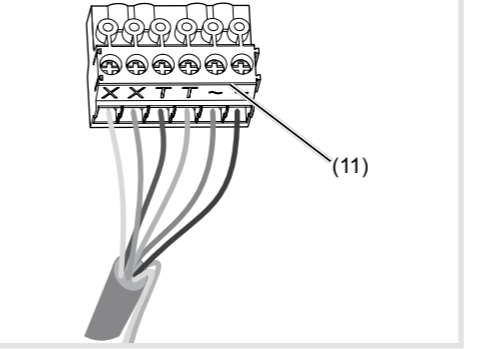

Bild 8: verdrahteter Anschluss-Klemmblock
- Anschluss-Klemmblock (11) vom Videoeinsatz nach unten hin abziehen.
- Adernpaar der 2Draht Busleitung an die Klemmen XX des Anschluss-Klemmblocks anschließen (Bild 8).
- Gegebenenfalls Türöffner-Leitung an die Klemmen TT des Anschluss-Klemmblocks (Bild 8 und 9) anschließen.
- Für Ruftasten-Hinterleuchtung und Kameraheizung 12 V~ Zuleitung vom Netztransformator an die Klemmen ~ des Anschluss-Klemmblocks anschließen (Bild 8).